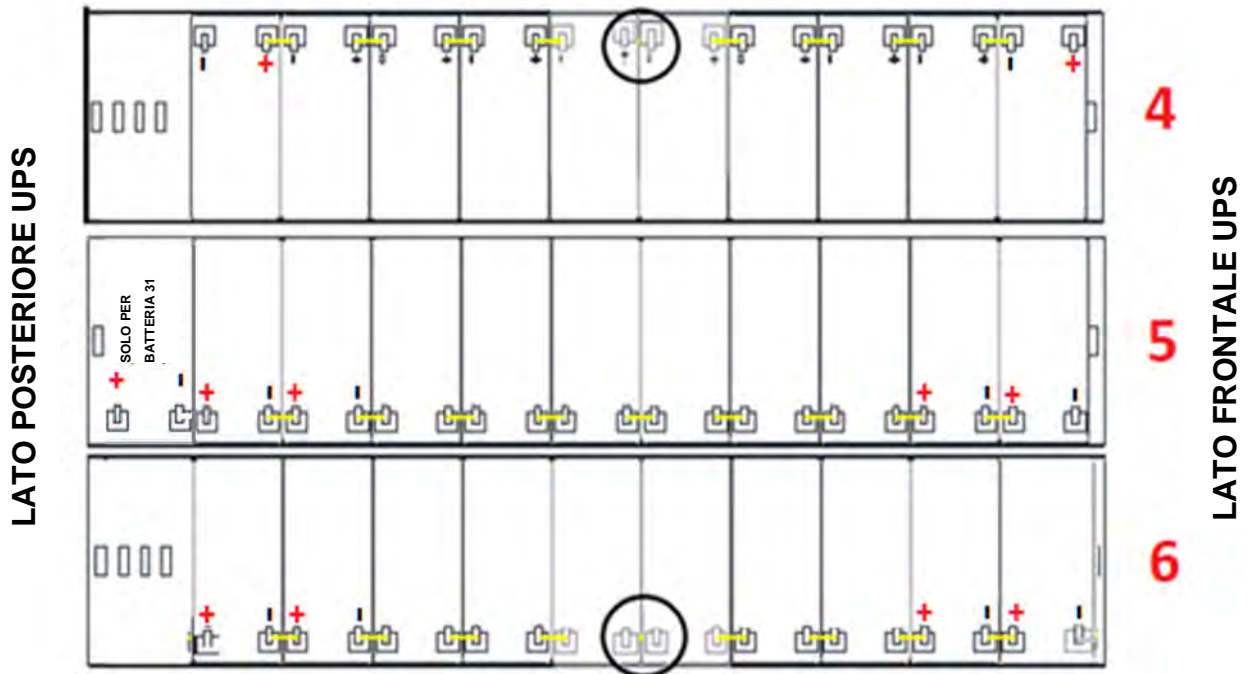

Figura 14 - Vista dall'alto Piano N°2
7) Sul Piano n°2 inserire i cassettei n°4-5-6 rispettando la posizione come dimostrato in figura 14.